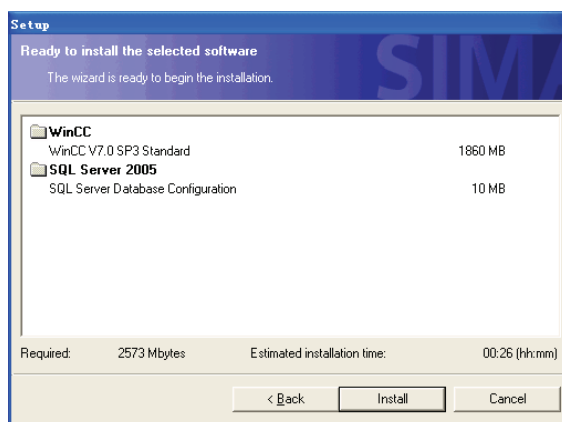

图 2-16 安装
6) 按照提示进行下一步，单击“Install”，开始安装，如图 2-16 所示。